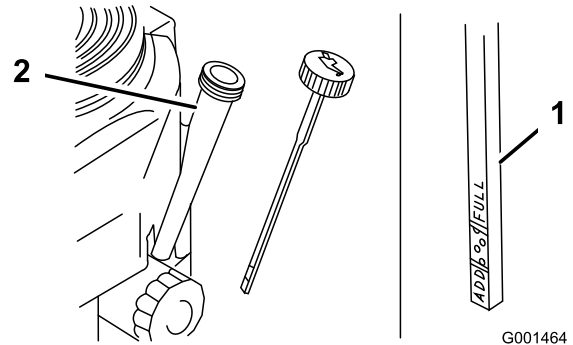

Figure 17
3. Nettoyez la surface autour de la jauge d'huile (Figure 17).
4. Retirez la jauge d'huile et essuyez soigneusement l'extrémité (Figure 17).
5. Insérez la jauge au fond du tube, sans la visser dans le goulot de remplissage (Figure 17).
6. Sortez de nouveau la jauge et examinez l'extrémité. Le niveau d'huile doit se situer entre les repères minimum et maximum (Figure 17).